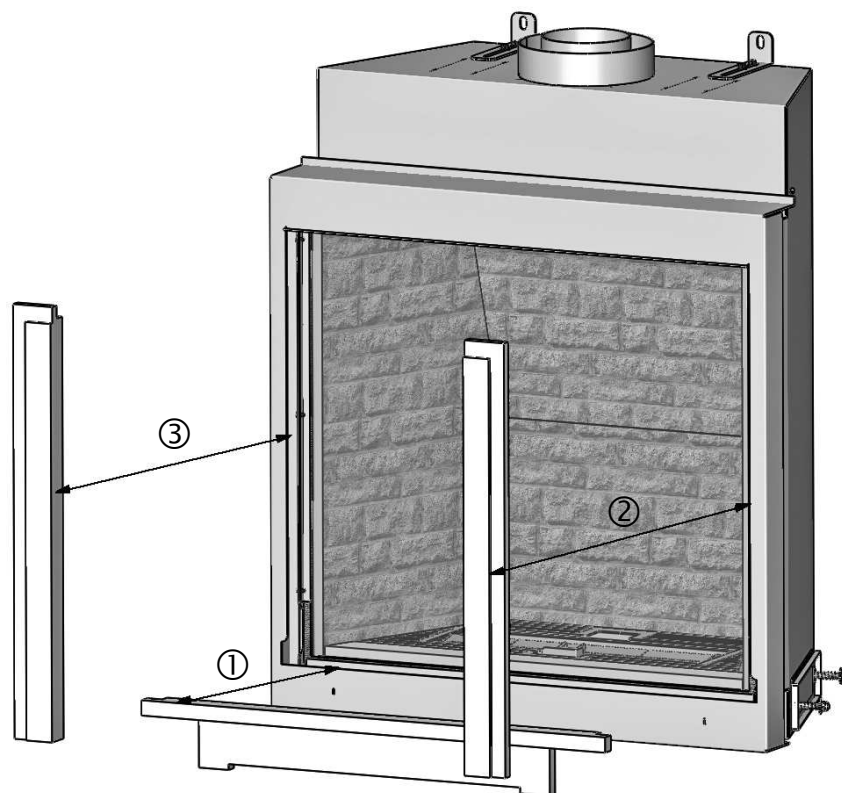

Abbildung 18: Anbringung der Unterlage und des rechten und linken Stützelements
Vor Einbau des Geräts zunächst vorsichtig die "Unterlage" (1) und dann die beiden "Stützelemente" (2 und 3) anbringen (siehe Abbildung 18).